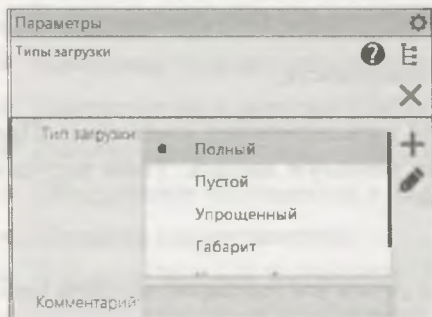

Рис. 25.33. Панель **Параметры: Типы загрузки**
- ◆ в **Дереве модели** выделите ПК мыши основной элемент **Редуктор** и из контекстного меню выберите команду  — **Типы загрузок**. Появляется панель **Параметры: Типы загрузок** с окном **Тип загрузок** (рис. 25.33). Примененный тип загрузки отмечен маркером-"кружком";